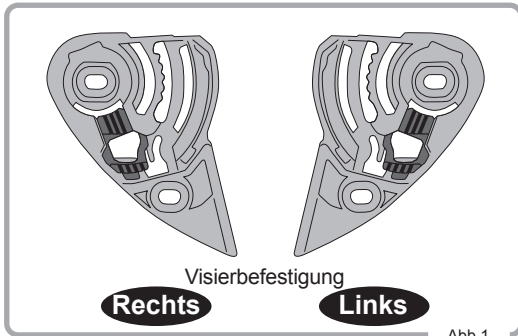

Abb. 1
1. Zunächst überprüfen, welche Vorrichtung zur Visierbefestigung auf welche Seite gehört (Abb. 1).